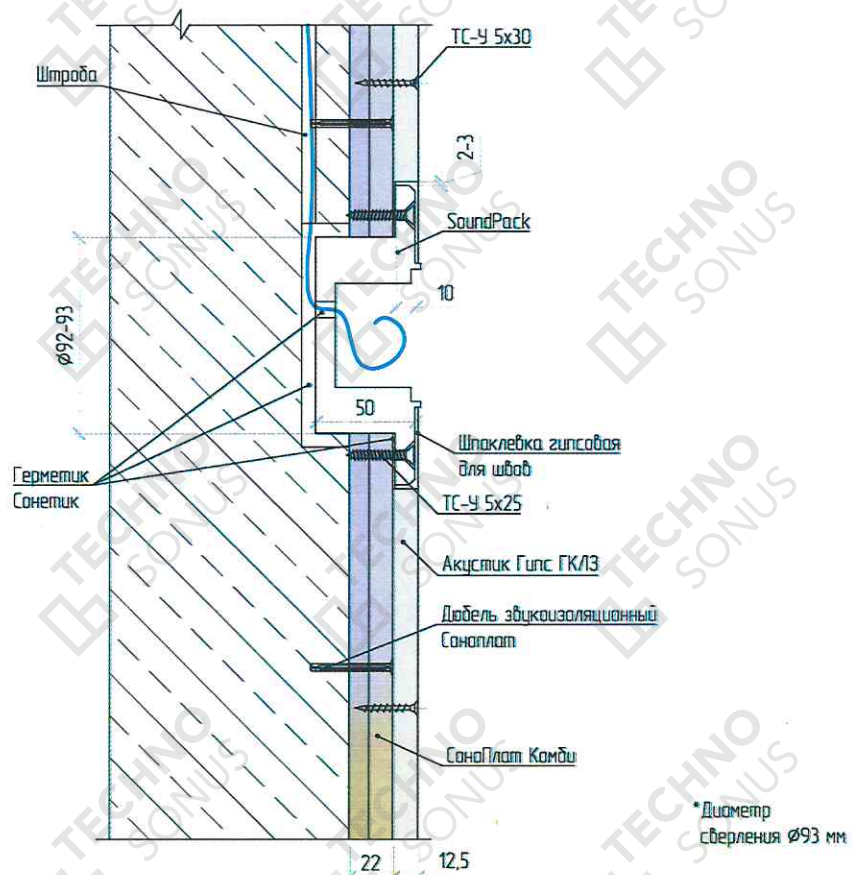

Рисунок 10 – Устройство звукоизоляции розеток в каркасной облицовке «Слим П».
6.7. Звукоизоляционные подрозетники SoundPack устанавливаются в конструкцию бескаркасной звукоизоляции стены «Слим П» с соблюдением следующей последовательности (рисунок 10):